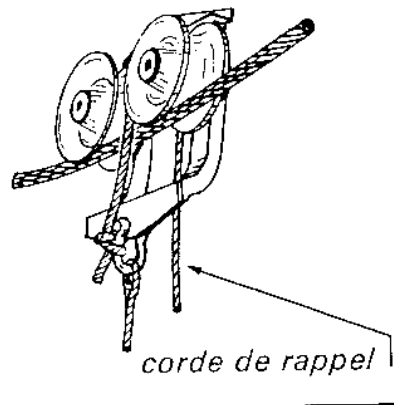

Figure 5.6 – corde de rappel
k) Corde de rappel : (voir figure 5.6)